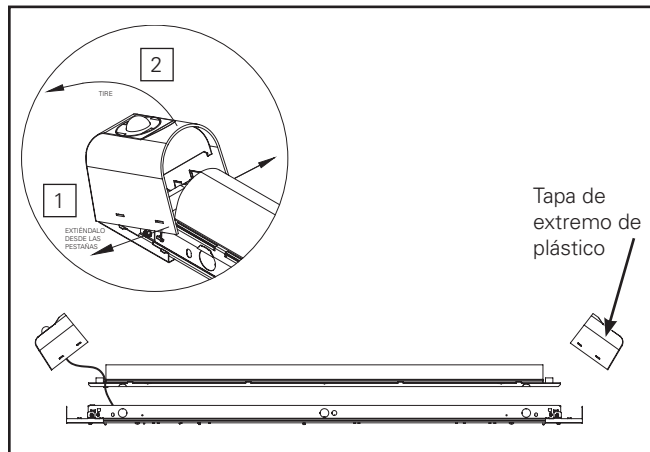

Figura 1.
2. Retire las tapas de extremo o centrales de plástico, quite la cubierta del canal del alojamiento del canal (Figura 1). Cuando se instala un sensor, tenga cuidado de no tirar de los cables del sensor. La cubierta del canal se sujeta con enganches para evitar que se caiga durante la instalación.